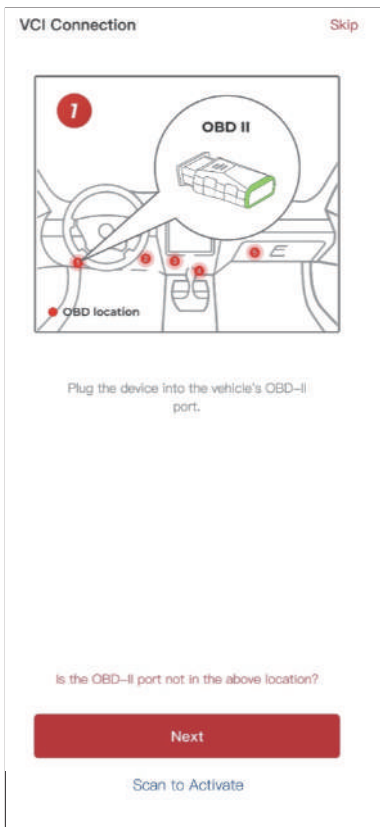

Figure 3-4
- ① Folgen Sie den Anweisungen auf dem Bildschirm, um den DS200 mit dem DLC des Fahrzeugs zu verbinden. Tippen Sie anschließend auf **“Weiter”** (siehe Abbildung 3-4).